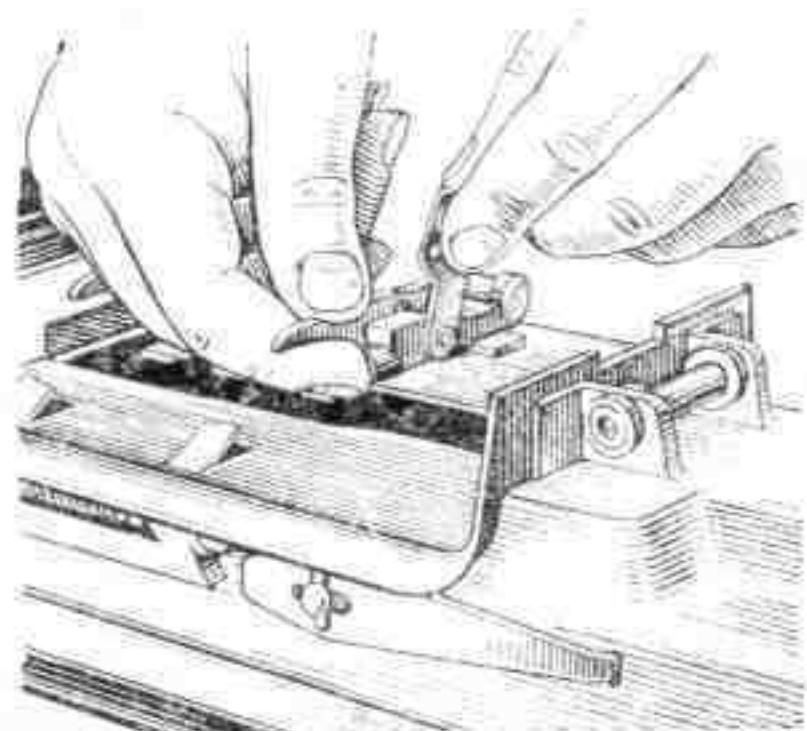

Рис. 19. Отделение фланжка фиксатора патрона
**6) Отделить фиксатор патрона.** Выколоткой поднять флагжок в вертикальное положение и вынуть его (рис. 19), отделить фиксатор патрона и его пружину.